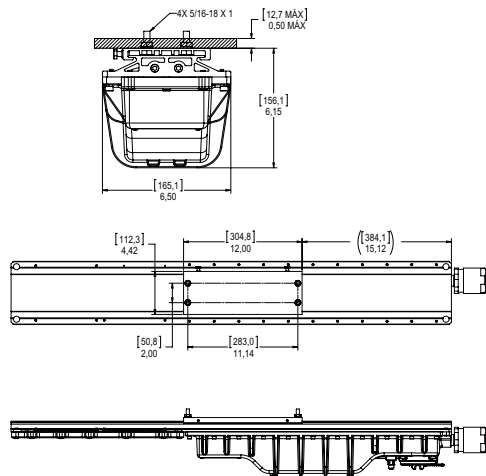

Figura 2. Instalación de montaje en el fondo ZP1057MTK
3. Para el montaje trasero, utilice el soporte como un patrón, marque y taladre los agujeros en la superficie de montaje y use los pernos de 5/16" proporcionados (observe la Figura 2).
5. Se recomienda firmemente que use a dos (2) personas especializadas calificadas para proceder con el montaje final del dispositivo. Se recomienda esto para evitar cualquier lesión personal o daño al accesorio.
6. Coloque los cuatro (4) pernos de 5/16" a través de la placa de montaje y apriete uniformemente a la estructura de soporte. Torsión mínima de 138 pulgadas-libras (15,6 N-m).
7. Deslice el accesorio en el soporte de montaje, encajando la brida en la parte superior del accesorio y colocándola cerca del centro. Para el posicionamiento final, ajuste aproximadamente como se muestra en la Figura 2.
8. Ajuste los cuatro (4) tornillos de fijación de 1/4" en el soporte lateral hasta que lleguen abajo. Ajuste la torsión a 78 pulgadas-libras (8,8 N-m).